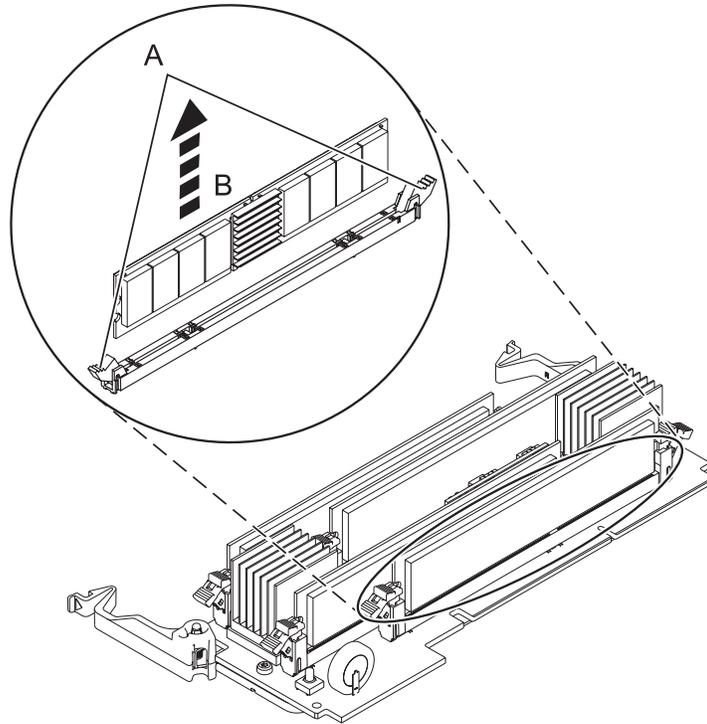

Figura 10. Removendo um módulo de memória
11. Remova o módulo de memória, conforme a seguir. Destrave o módulo de memória, empurrando as guias de travamento **(A)** para abrir, conforme mostrado na Figura 10 na página 19. Levante o módulo de memória **(B)** para fora do conector. A ação de alavanca nas guias força o módulo de memória para fora do conector.